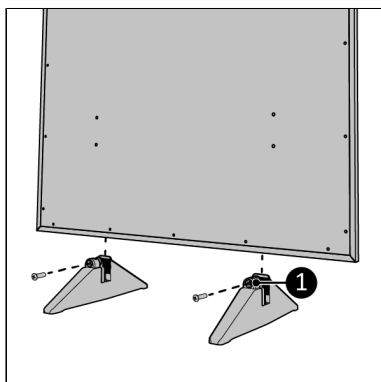

Figure 13.
2. Vissez et serrez les socles (Figure 13, pos. 1).